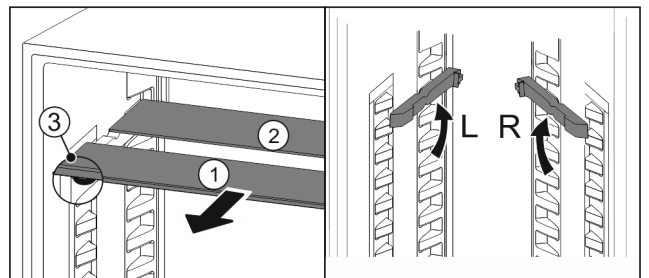

Fig. 92
- ▶ Glasplatten einzeln nach vorne herausziehen Fig. 92 (1).
- ▷ Glasplatte Fig. 92 (1) mit Zierleiste liegt vorne.
- ▷ Stopps Fig. 92 (3) zeigen nach unten.